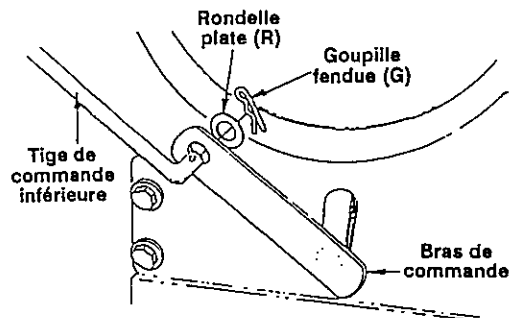

FIGURE 10
- Enfoncez l'extrémité à petit trou de la tige de commande inférieur dans le bras de commande sur l'extérieur du châssis de la souffleuse. Attachez avec une rondelle plate (R) et une goupille fendue (G) (la rondelle et la goupille fendue doivent se trouver sur le côté moteur du support). Voir la figure 10.